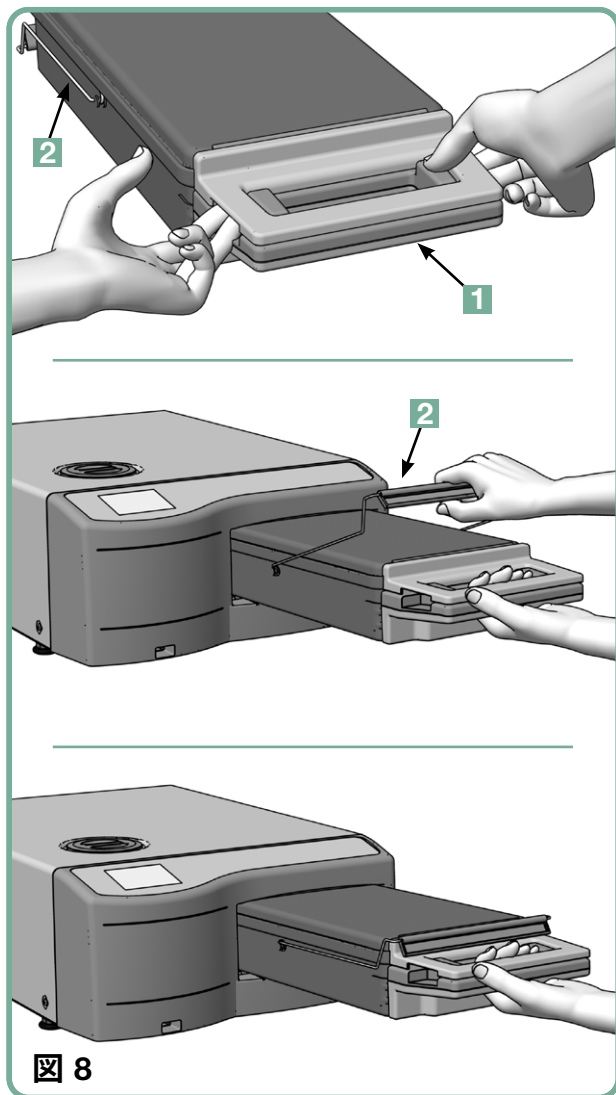

図 8
1. カセットのハンドルを片手で持ち、図8のようにもう一方の手でキャリーハンドルを持ってください。